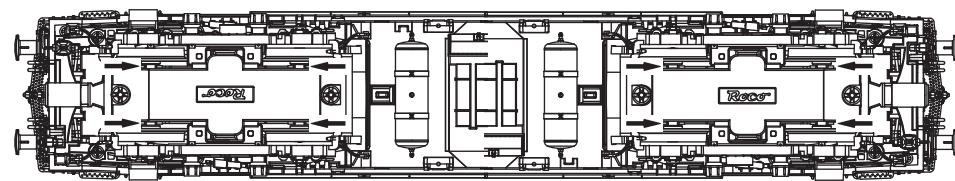

Fig. 6
3. Haftreifenwechsel: Zuerst den Getriebedekel abnehmen (Fig. 6). Danach den **Radsatz** herausnehmen und die **Haftreifen** mit einer Nadel od. mit einem feinen Schraubendreher abziehen (Fig. 6). Beim Aufziehen der neuen Haftreifen darauf achten, dass diese sich nicht verdrehen.
3. Change of traction tyre: Remove the gear cover (fig. 6). Take out **wheel set** and remove **traction tyre** using a pin or a fine screwdriver (fig. 6). When pressing on the new traction tyre please **avoid twisting it**.
3. Vervangen van antislipbandjes: Met een naald of kleine schroevendraaier kunt u de band verwijderen (fig. 6). Bij het omleggen van een nieuwe band dient u erop te letten dat deze niet is verdraaid.